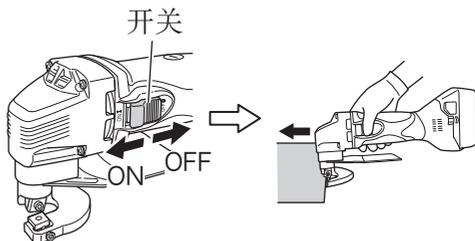

图 9
1. 开启装置。(图 9)
2. 轻轻地将应用工具放置在材料上，然后以平稳的速度向前移动应用工具。(图 9)
剪切薄板时，请按图 9 所示方法，水平地拿着电剪刀。
为了便于剪切厚板，如切落边缘向左移动(图 9)时，请稍抬高电剪刀的后部，而切落边缘向右移动时，请稍降低电剪刀的后部。